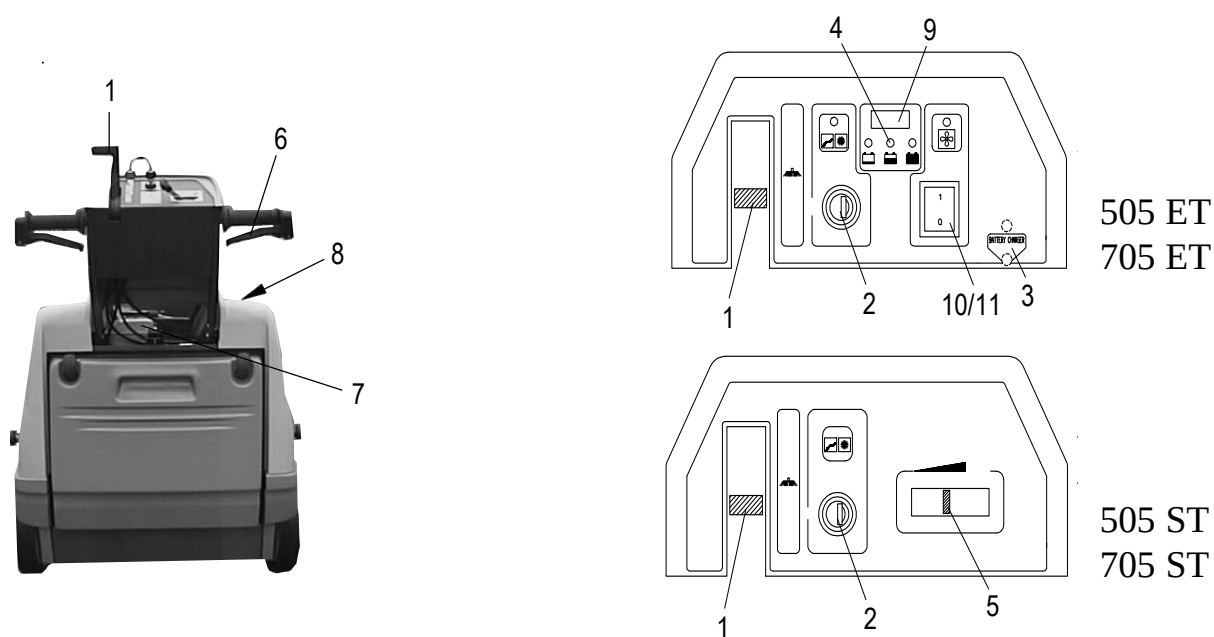

Fig. 3
- Portare la leva alza spazzola **pos. 1 Fig. 3** in posizione **OFF**.
l'interruttore a chiave **pos. 2 Fig. 3** sul cruscotto. Per ulteriori informazioni più dettagliate sul motore si prega di consultare il libretto specifico del motore.
- Verificare che la spazzola laterale **pos. 1 Fig. 3** sia in posizione **OFF**.
- Portare in posizione **ON** l'interruttore a chiave **pos. 2 Fig. 3**.
Dopo aver girato la chiave attendere circa 10" prima che la macchina si metta in moto. Controllare tramite il segnalatore **pos. 4 Fig. 3** che la batteria sia completamente carica prima di iniziare a lavorare, in caso contrario mettere sotto carica la batteria.
- Tirare la leva di trazione **pos. 6 Fig. 3** e procedere alla pulizia. Se è necessario, azionare la leva **pos. 1 Fig. 3** portandola in posizione **ON** per inserire la spazzola laterale.
- Portare la leva dell'acceleratore **pos. 5 Fig. 3** in posizione **START**.
- Portare la chiave **pos. 2 Fig. 3** in posizione di **ON**.
- Agire sull'acceleratore **pos. 5 Fig. 3** dosando il regime desiderato.
- A fine lavoro, se utilizzata, portare la spazzola laterale **pos. 1 Fig. 3** in posizione **OFF**. Portare la leva acceleratore in posizione **START** e spegnere la macchina portando l'interruttore a chiave **pos. 2 Fig. 3** in posizione **OFF**. Chiudere il rubinetto della benzina **pos. 3 Fig. 4**.
- Collegare la presa **pos. 3 Fig 3** ad un caricabatteria con portata **12V 10A**.
La durata della batteria, dipenderà dalla manutenzione periodica e dal livello di scarica raggiunto. Non scaricare la batteria oltre il limite segnalato dalle spie **pos. 4 Fig. 3**. Raggiunto il limite massimo di scarica, la macchina si arresta e deve essere ricaricata per poter riprendere a lavorare.